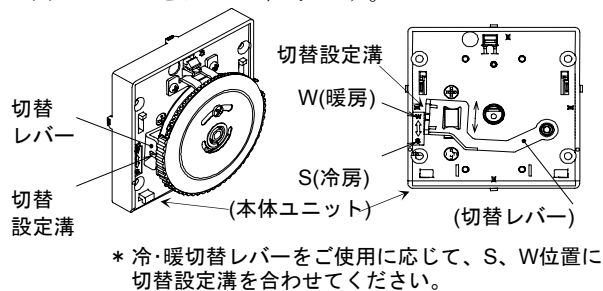

図22 冷/暖切替設定(形TY6001Z/9001Z)
- (1) カバーを外してください。
- (2) 切替レバーの切替設定溝を、本体ユニットに表示されたS冷房、W暖房いずれか所定の位置にセットしてください。(図22参照)
- (3) カバーをはめて終了です。